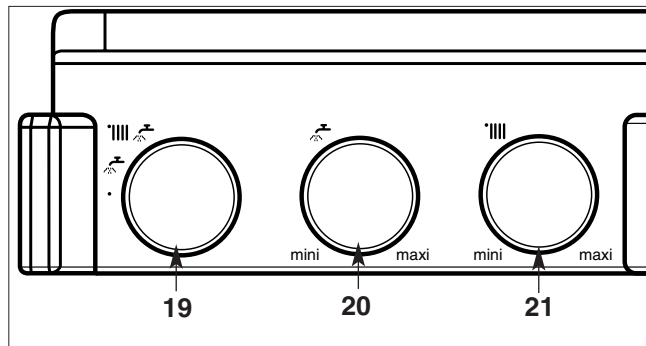
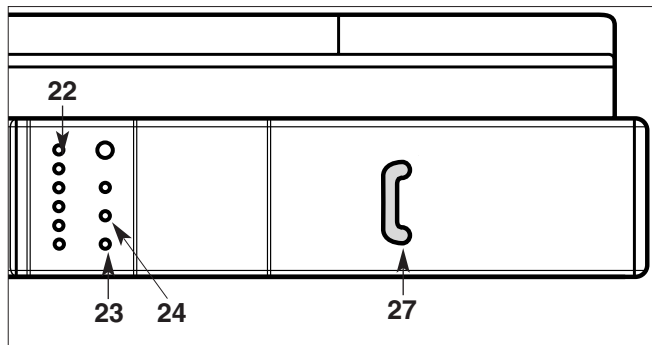

Fig. 23
Fig. 24
*Ne pas oublier de le rouvrir en début de saison de chauffage, lorsque l'on replace le commutateur "19" (fig. 23) en position « III 🔥 ».*
- Placez le commutateur "19" (fig. 23) en position « III 🔥 » voyant vert "23" allumé ; le voyant orange "24" (fig. 24) s'allume chaque fois que le brûleur entre en fonction.
Le bouton de réglage du chauffage "21" « III » (fig. 23) donne la possibilité d'ajuster la température de l'eau du circuit de chauffage en fonction des besoins saisonniers.
L'indicateur "22" 🔥 (fig. 24) affiche cette température.
- Placez le commutateur "19" en position arrêt « ● » (extinction du voyant vert "23" (fig. 24).